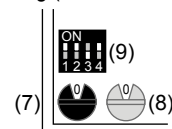

Bild 2: Dreh- und DIP-Schaltäreinstellung
- Am Tasten-Aufsatz die Gruppenadresse 0-F des schwarzen Drehcodierschalters (Bild 2, 7) entsprechend der Einstellung am BTE-116 Tastenexpander einstellen.
- Am Tasten-Aufsatz die Teilnehmeradresse des blauen Drehcodierschalters (Bild 2, 8) entsprechend des Klingeltaster-Anschlusses am BTE-116 Tastenexpander einstellen.
- Den DIP-Schalter für Betriebsarten (Bild 2, 9) entsprechend Tabelle 1 einstellen.